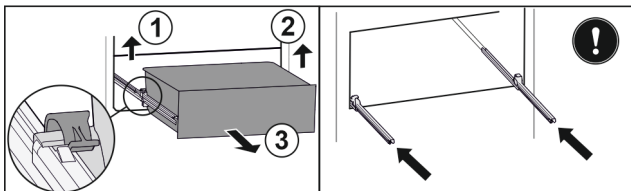

Fig. 161
- Lyft vänster klämma och dra samtidigt utdragslåda till vänster framåt. Fig. 161 (1)
- Lyft höger klämma och dra samtidigt utdragslåda till höger framåt. Fig. 161 (2)
- Ta ut utdragslåda genom att dra den framåt. Fig. 161 (3)